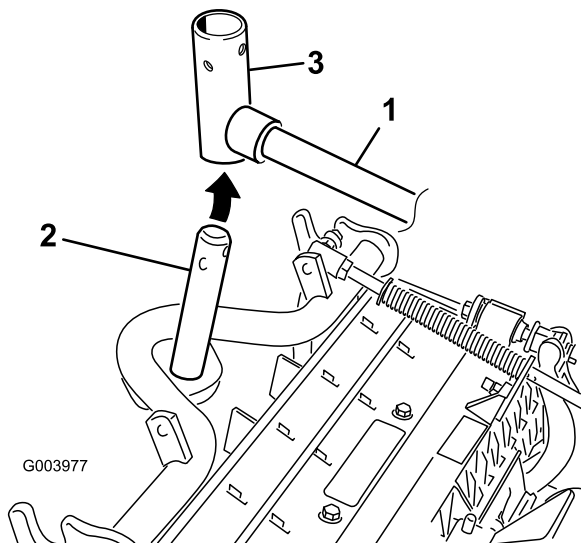

Figura 9
8. Per gli elementi di taglio anteriori, infilate un elemento di taglio sotto il braccio di sollevamento mentre inserite l'albero del telaio portante nella forcella del braccio di sollevamento (Figura 9).
- B. Inserite la forcella del braccio di sollevamento nell'albero del telaio portante (Figura 9).